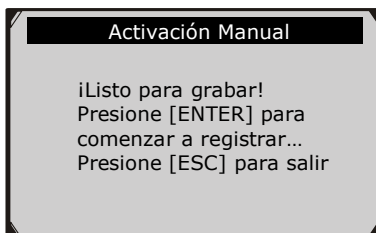

Figura 5.24
- Si se selecciona **Activación Manual**, se muestra la siguiente pantalla: (Figura 5.24)